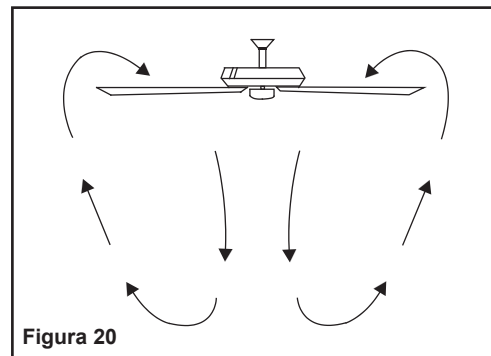

Figura 20
**Clima cálido - (Hacia adelante)** Un movimiento descendente de aire crea un efecto de enfriamiento como se muestra en la Figura 20. Esto permite fijar el aire acondicionado en un valor más alto sin afectar la comodidad del usuario.